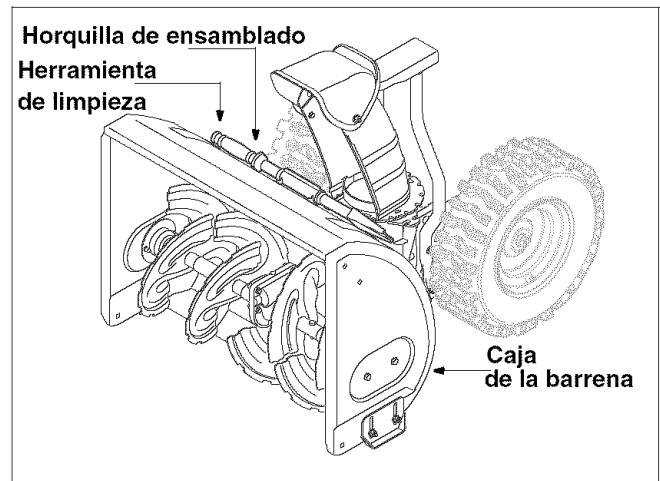

Figura 8
3. Saque la herramienta de limpieza del pasador que la ajusta a la parte posterior de la caja de la barrena. Vea la Figura 8.